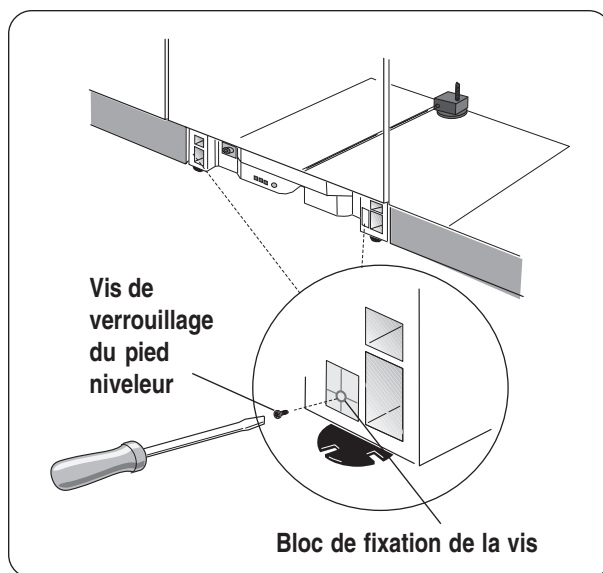

Figure 21
- 2 Une fois l'appareil installé dans l'ouverture, mettre de niveau et fixer, verrouiller les deux pieds niveleurs avant en vissant les vis des verrouillage dans chaque vis située devant les pieds niveleurs, **figure 21**.